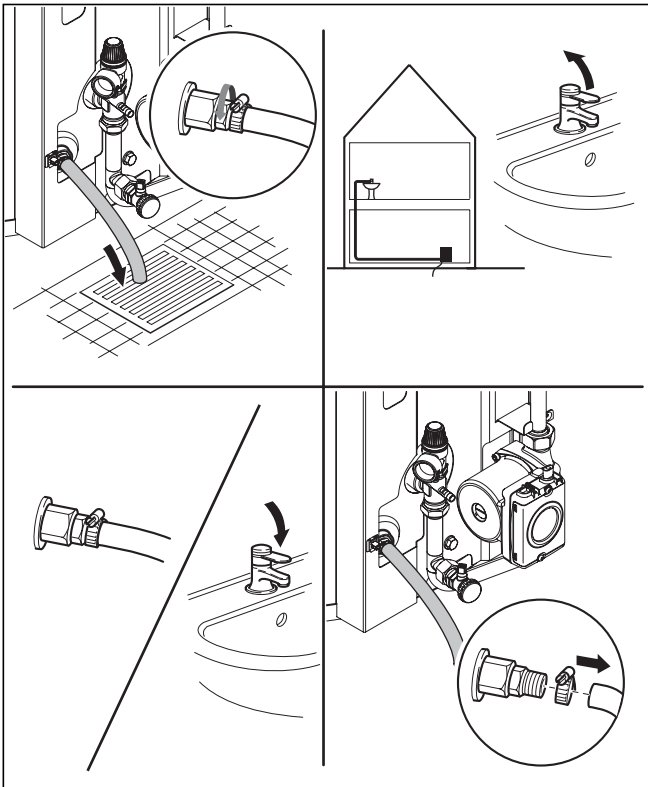

Abb. 4.8 Speicher entleeren
- Befestigen Sie einen geeigneten Schlauch am Entleerungsventil des Speichers (siehe Abbildung 4.8).